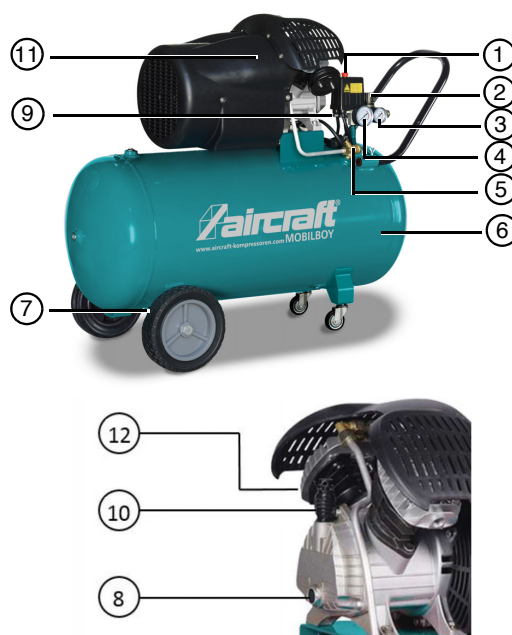

Fig. 7: Omschrijving van de compressor
5. Bij het eerste opstarten, zet een opvangbak onder de compressor, en laat deze ongeveer 10 minuten draaien, met de aftapplug (fig. 7, 7) open.